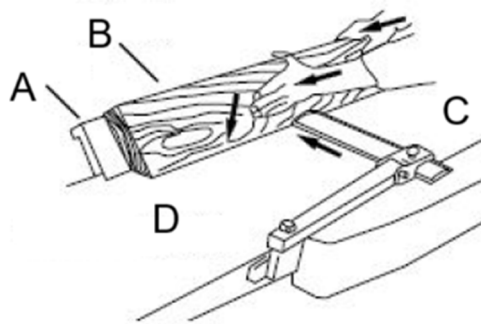

Figura 20
5. Inserire il materiale attraverso la testa di taglio, assicurandosi che la superficie del materiale sia completamente piana contro la guida e che il bordo sia a contatto solido con i tavoli di alimentazione e di uscita (Figura 20).